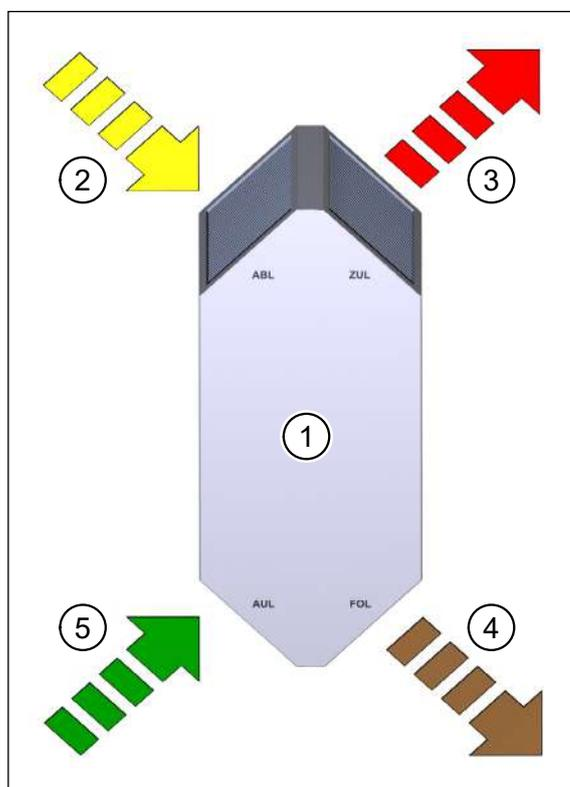

Fig. 11: Principio di funzionamento dello scambiatore di calore a piastre
I canali dello scambiatore di calore a piastre a controcorrente incrociata (pos. 1 nella Fig. 11) sono disposti in modo che le correnti d'aria siano esattamente contrapposte. In questo modo si garantisce il massimo grado possibile di scambio di energia termica.
D'inverno le piastre ad elevata conducibilità termica trasmettono il calore dalla corrente dell'aria estratta (pos. 2 nella Fig. 11) alla corrente dell'aria inserita (pos. 3 nella Fig. 11). L'aria estratta raffreddata viene fatta defluire all'esterno come aria espulsa (pos. 4 nella Fig. 11). D'estate avviene il contrario: l'aria in entrata, più calda, viene raffreddata.